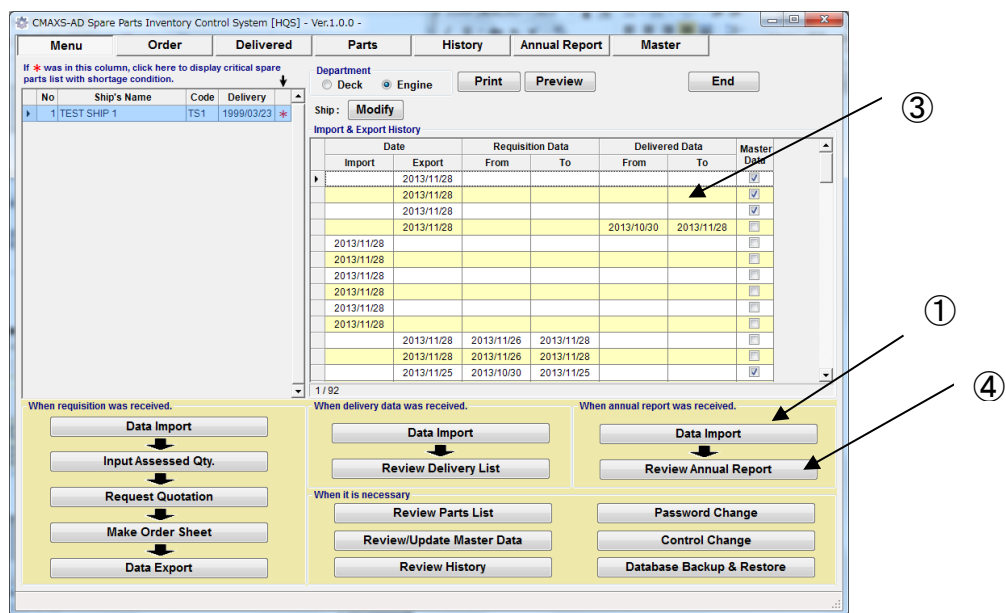
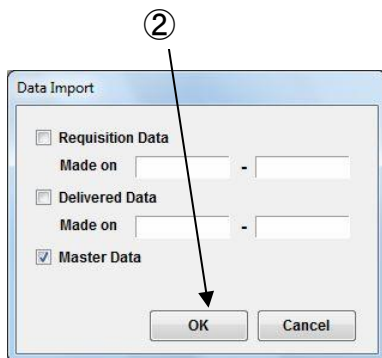

図 11-1 Menu 画面
図 11-2 Import ダイアログ
- (1) "Menu 画面"(図 11-1)上で[Data import]を選択すると"Import ダイアログ"(図 11-2)が表示されます。マスターデータの左端にチェックマークがあるかご確認ください。
- (2) "Import ダイアログ"にて[OK]を選択してください。
- (3) "Import & Export History"上に受信履歴が記録されます。
- (4) "Menu 画面" (図 11-1)上の [Review Annual Report]を選択してください。